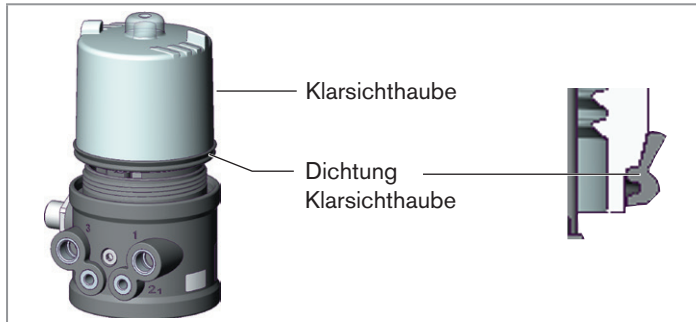

Bild 18: Position Dichtung Klarsichthaube
- Korrekte Position der Dichtung in der Klarsichthaube prüfen (siehe „Bild 18: Position Dichtung Klarsichthaube“ auf Seite 51).